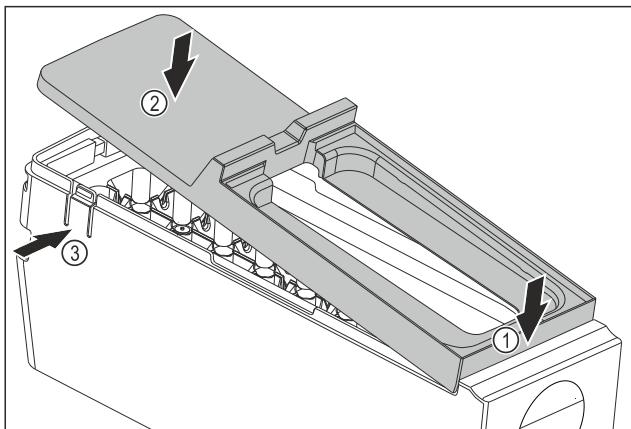

Fig. 77
- Встановіть кришку корпусу EasyTwist-Ice: Прикріпіть кришку спереду. Fig. 77 (1)
- Опустіть кришку ззаду. Fig. 77 (2)
- Кришка зі звуком фіксується в обох виступах Fig. 77 (3).